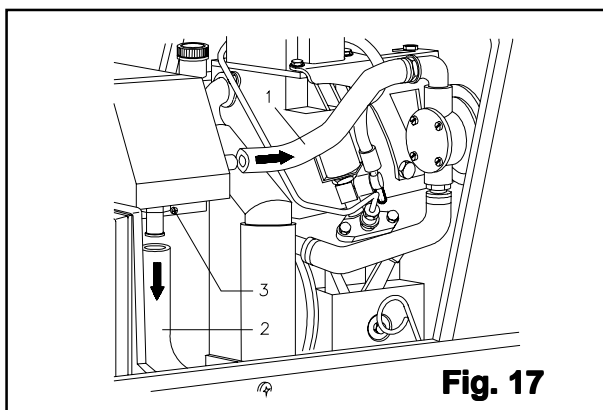

Fig. 17
- Distaccare i tubi acqua(Fig.17 Rif.1/2)
- Togliere le viti (Fig.17 Rif.3) e rimuovere lo scambiatore.
- Remove the screws (fig.17 Ref.3) and the heat exchanger.